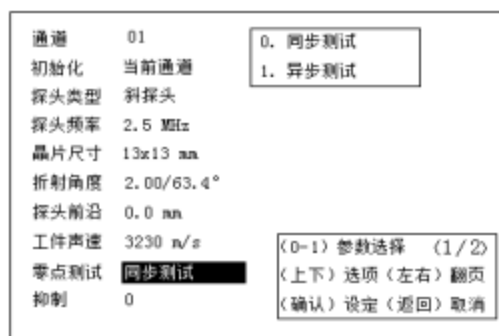

图 2-18
2.2.7.9 零点测试选择： 按  键，同步测试反显，如图 2-18 所示